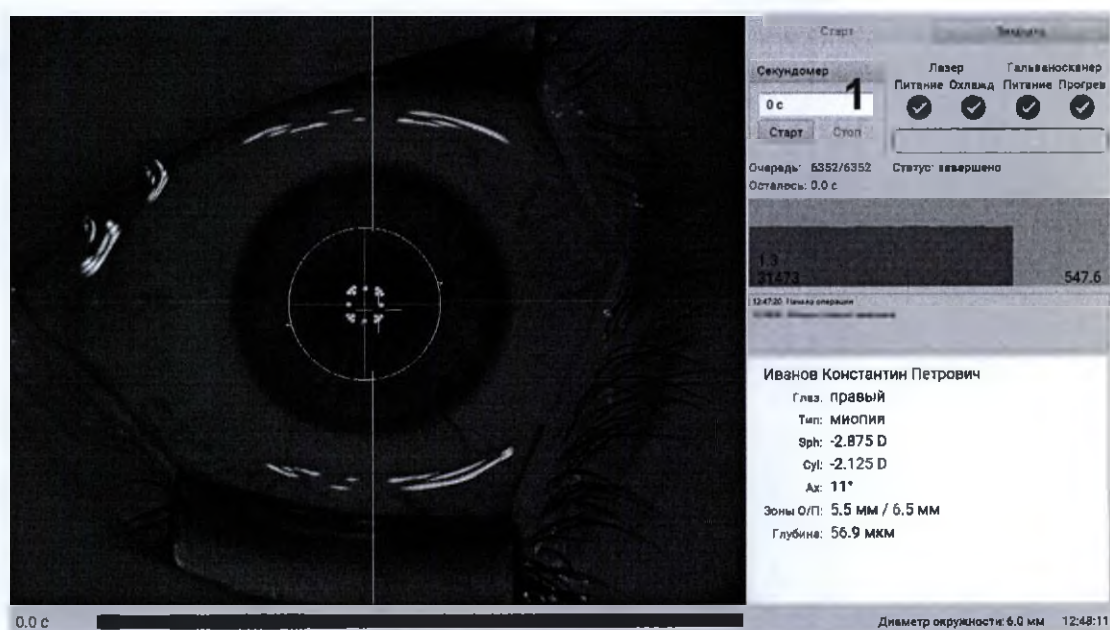

Рис. 7.2: Операционное окно (после завершения операции)
После завершения операции внешний вид управляющей панели имеет вид, приведенный на рис. 7.2. Переключатель *Тип слежения* и выпадающий список *Разрешения микроскопа* заменяется на панель управления секундомером (1, рис. 7.2).
14. По окончании операции генерация останавливается, на панели статуса гальваносканера (6, рис. 7.1) отображается состояние операции «завершена». Если необходимо замерить время интраоперационного процесса, проходящего после абляции, используйте панель управления секундомером (1, рис. 7.2). Закройте операционное окно, после чего будет распечатан протокол операции, описанный в п. 7.4.